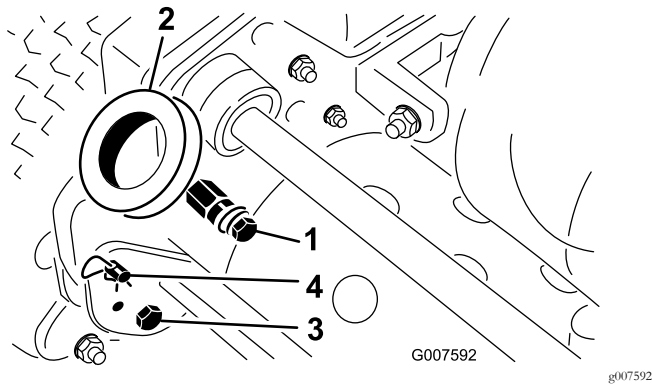

Figura 2
1. Retire los pernos, las contratuercas y las arandelas que sujetan la parte inferior de los brazos del manillar a cada lado de la máquina (Figura 2).
2. Retire las chavetas y los pasadores de anilla que fijan los brazos del manillar a la parte de atrás del bastidor (Figura 2).
3. Introduzca los extremos del manillar por los taladros de los brazos del manillar y alinee los taladros con los pasadores de montaje (Figura 2).
1. Retire las chavetas de los pasadores de anilla en cada lado del cortacésped (Figura 2).
2. Sujetando el manillar, retire los pasadores de anilla de cada lado y suba o baje el manillar a la posición de operación deseada (Figura 2).